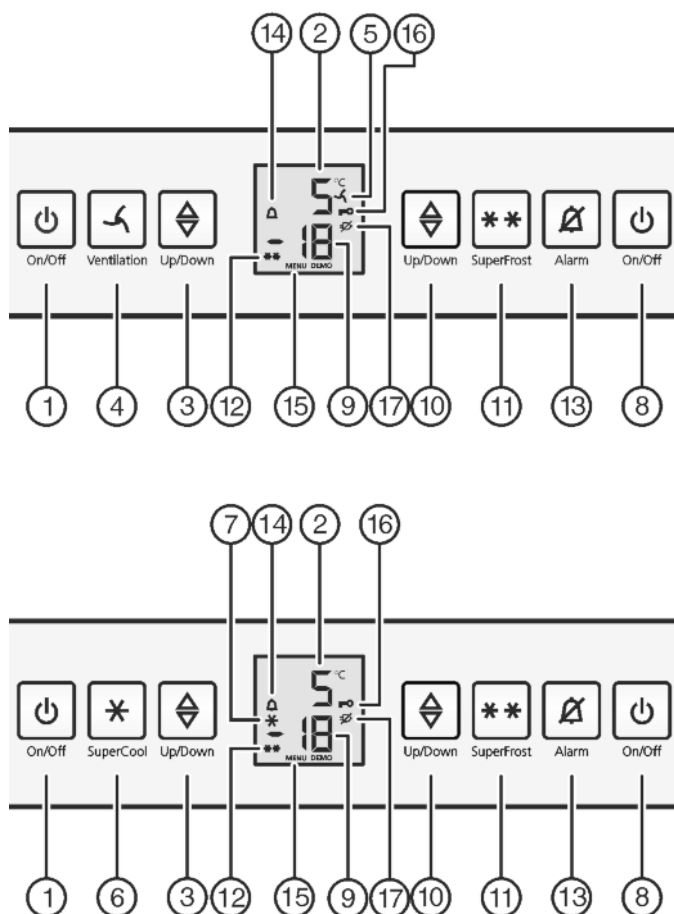

Fig. 2
- ▶ Нажмите кнопку On/Off морозильного отделения Fig. 2 (8).
- ▶ Нажмите кнопку On/Off холодильного отделения Fig. 2 (1).
- ▶ Активация режима настройки: Нажмите кнопку SuperFrost Fig. 2 (11) и удерживайте ее прим. 5 секунд.
- ▷ На индикаторе будет отображаться символ «Меню» *Fig. 2 (15)*.
- ▶ Для подтверждения нажать и отпустить кнопку «SuperFrost» *Fig. 2 (11)*.
- ▷ На индикаторе горит символ «Защита от детей» *Fig. 2 (16)*.
- ▶ Нажмите и сразу отпустите кнопку On/Off морозильного отделения *Fig. 2 (8)*.
- ▶ Активация режима настройки: Нажмите кнопку SuperFrost *Fig. 2 (11)* и удерживайте ее прим. 5 секунд.
- ▷ Символ «Защита от детей» *Fig. 2 (16)* гаснет.
Одновременно мигает индикация температуры и символ тревоги *Fig. 2 (14)*.
Звуковой сигнал выключается автоматически, символ аварийного сигнала *Fig. 2 (14)* выключается и индикатор температуры перестает мигать, если температура снова становится достаточно низкой.
- ▶ Нажмите кнопку Alarm *Fig. 2 (13)*.